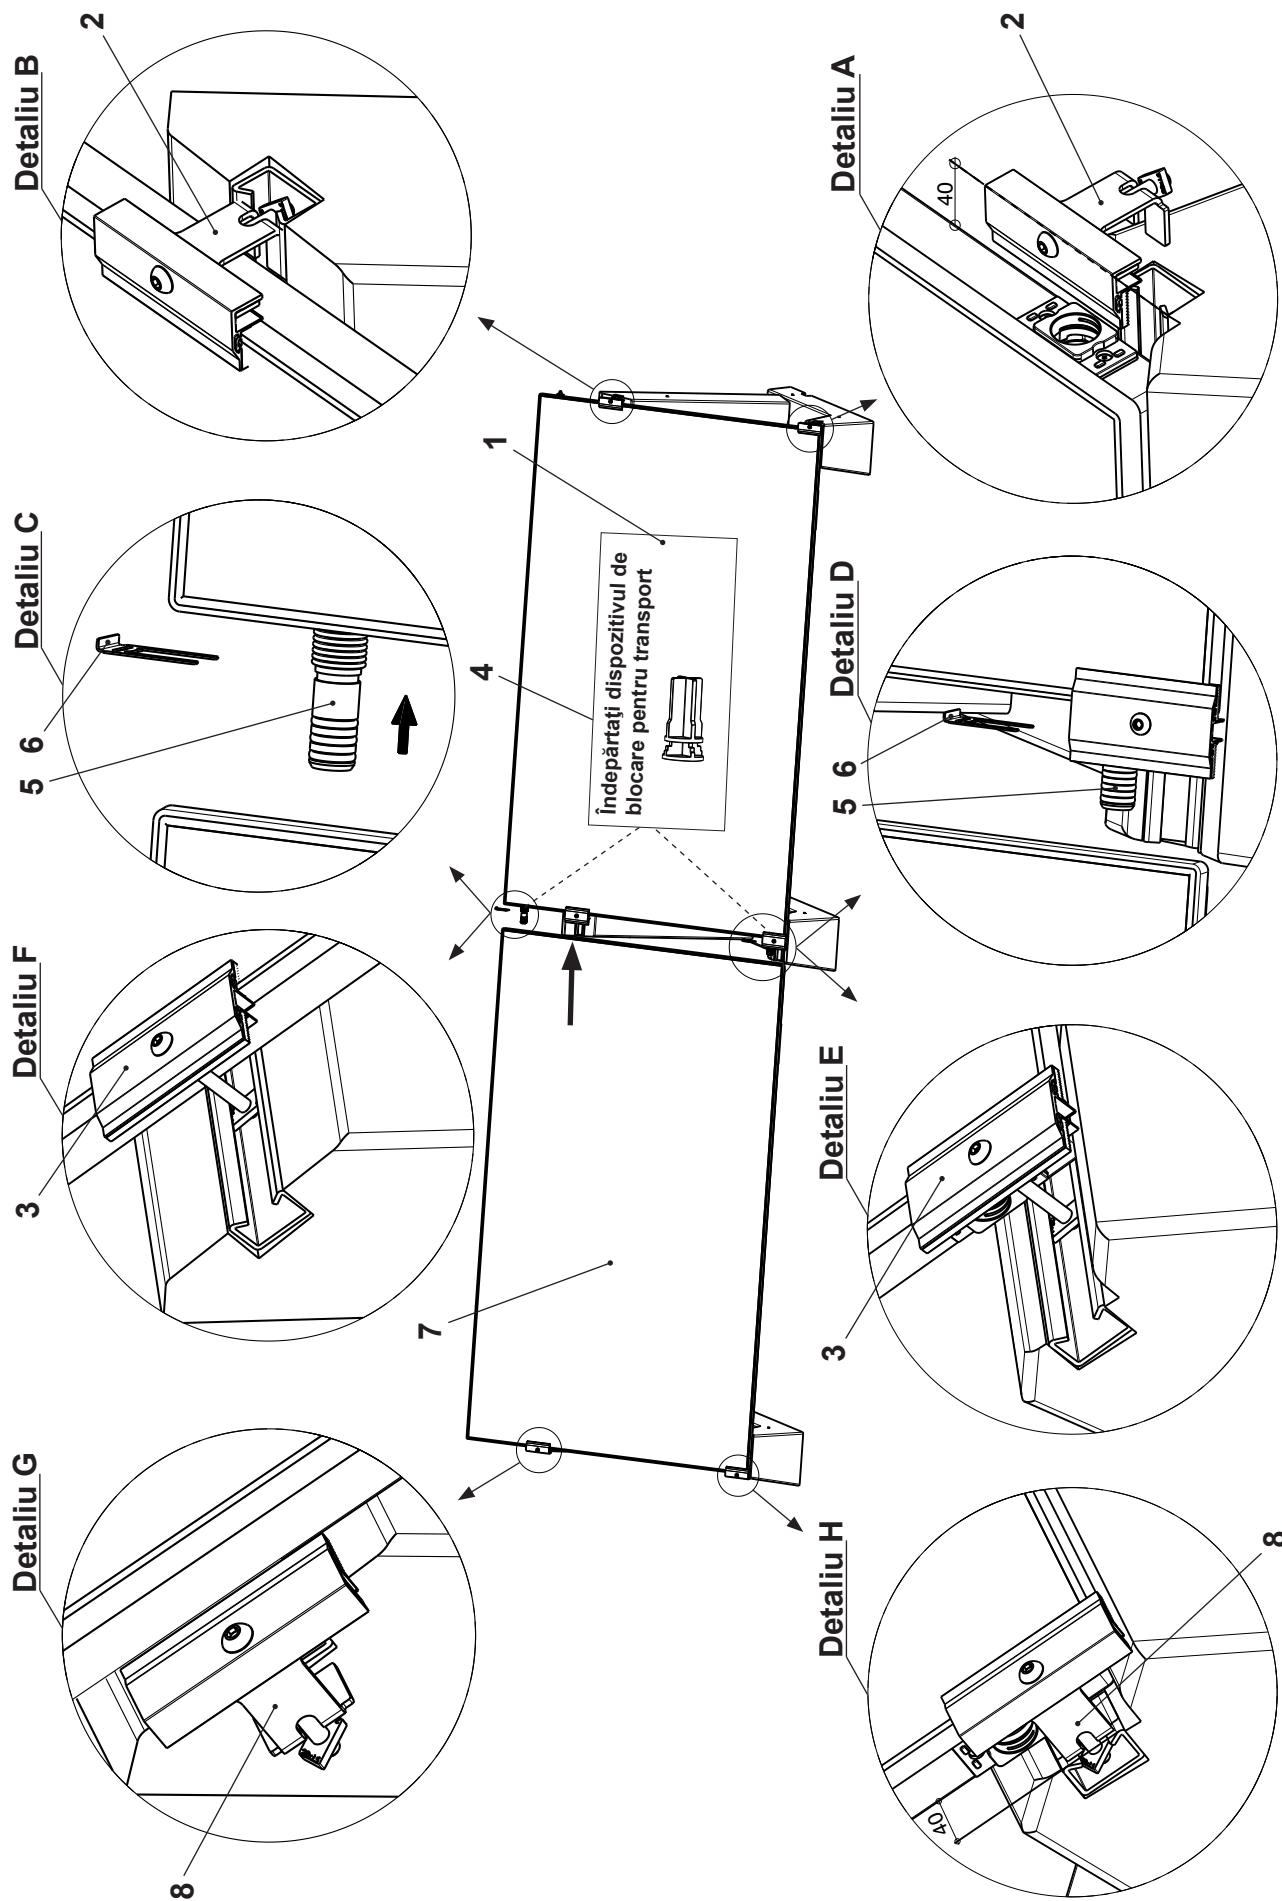

Fig. 11
- Amplasați colectorul (1) în cele două **secțiuni inferioare ale soclului din beton** Detaliu A și Detaliu E (Fig. 11).
- Secțiunile terminale ale elementelor de prindere** sunt instalate doar la începutul și la capătul unui rând de colectoare (2, 8, Fig. 11).